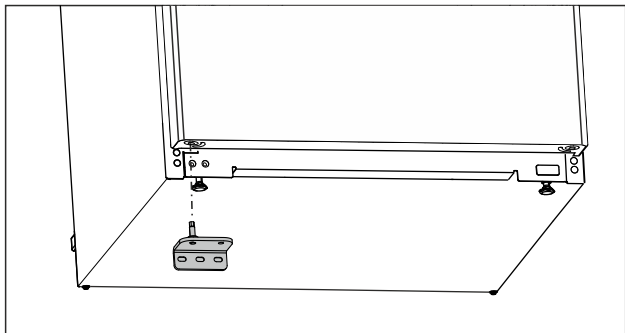

Fig. 25
- ▶ Sett inn den nedre lagerbukken på motsatt side. (se Fig. 25)